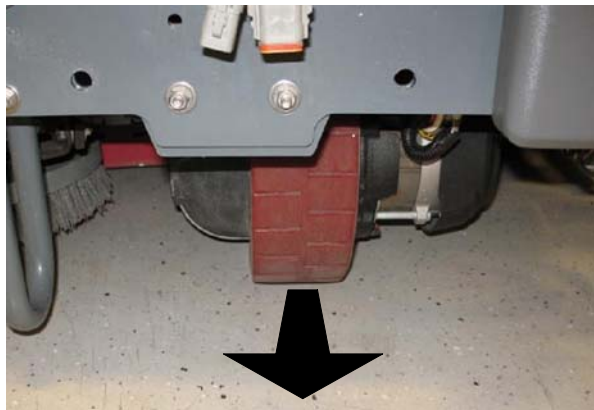

ABB. 42
16. Richten Sie das Vorderrad so aus, dass es gerade nach vorn zeigt. (Abb. 42)